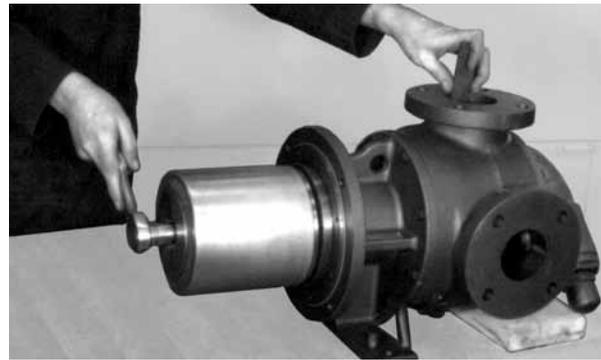

图13
7. 在两个齿轮齿之间插入一根黄铜棒、并松开将内磁部件固定到泵轴的六角螺钉。见图13。0.437" 六角螺钉具有右旋螺纹、因此应逆时针旋转安装。**内磁部件具有极强的磁场、因此在未组装的状态下极具危险性。磁力部件非常重并会吸附任何铁质物体或表面导致挤压变形。请特别留意（第 3页）注意事项。将磁铁从泵轴中滑出时需极其小心。放置磁铁时避免其两端接触任何物体。**见图14。取下锁键和外卡圈（LQ 和 LS）并完成泵的拆卸。